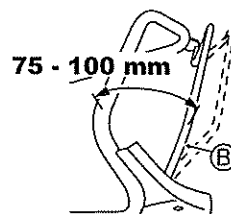

Abb. 26.
Nehmen Sie die Einstellung so vor, dass die Maschine läuft (die Kupplung einrastet), wenn der Abstand zwischen dem Kupplungshebel (B) und dem Griff, wie in Abb. 26 dargestellt, 75 - 100 mm beträgt.